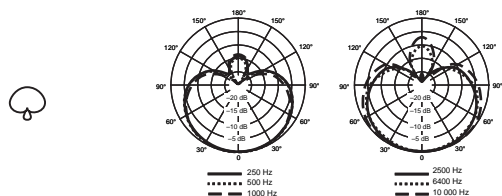

FIGURE 5. COURBE DE DIRECTIVITÉ SUPERCARDIOÏDE TYPIQUE
**Supercardiïde.** La configuration plus étroite assure un rejet supérieur des sons hors axe et un gain maximum avant Larsen. La configuration supercardioïde est idéale pour une utilisation dans des environnements bruyants ou dans le cas où les sources sonores sont très proches les unes des autres. Voir figure 5.